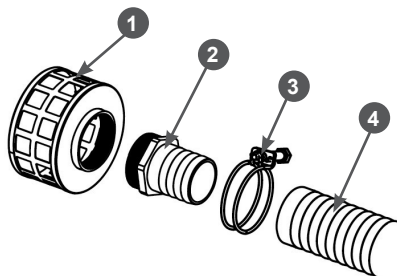

Рис. 14 Установка всасывающего фильтра
1. Закрутите в корпус 1 всасывающего фильтра коннектор 2 всасывающего рукава (Рис. 14).
- Наденьте до упора всасывающий рукав 4 на патрубок коннектора 2 и затяните его хомутом 3 (Рис. 14).